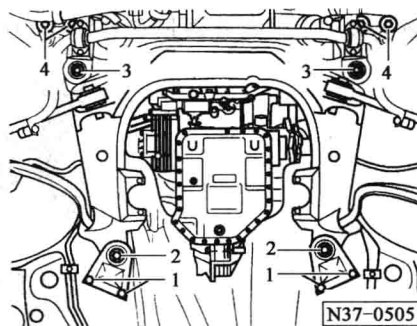

图 1-22 变速器
(10) 取下变速器,如图 1-22 所示:
① 旋下在车辆两边副梁后螺栓_____和_____。
② 完全_____的副梁前螺栓 3。